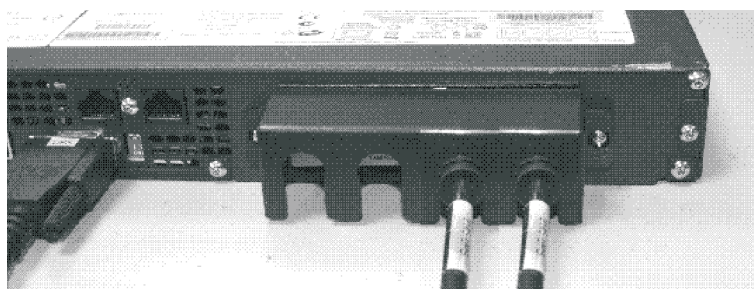

图 19. 2145 UPS-1U 电源线固定支架
5. 如图 19 所示，在支架两侧各使用一颗螺钉来将其固定。